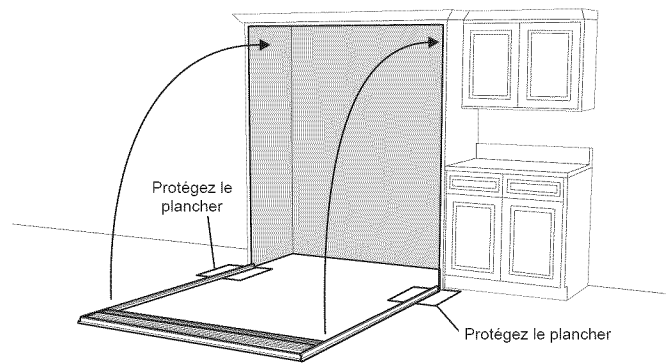

Figure 6
- Placez d'abord un revêtement protecteur à l'endroit où la garniture latérale entrera en contact avec le plancher près de l'ouverture brute. Ensuite, mettez l'ensemble de grilles et le cadre de garniture en position debout et centrez-le dans l'ouverture brute. Il se peut que vous deviez vous servir de ruban adhésif dans les coins supérieurs et dans la partie centrale supérieure afin de maintenir l'ensemble en place de façon temporaire. Reportez-vous à la figure 6.